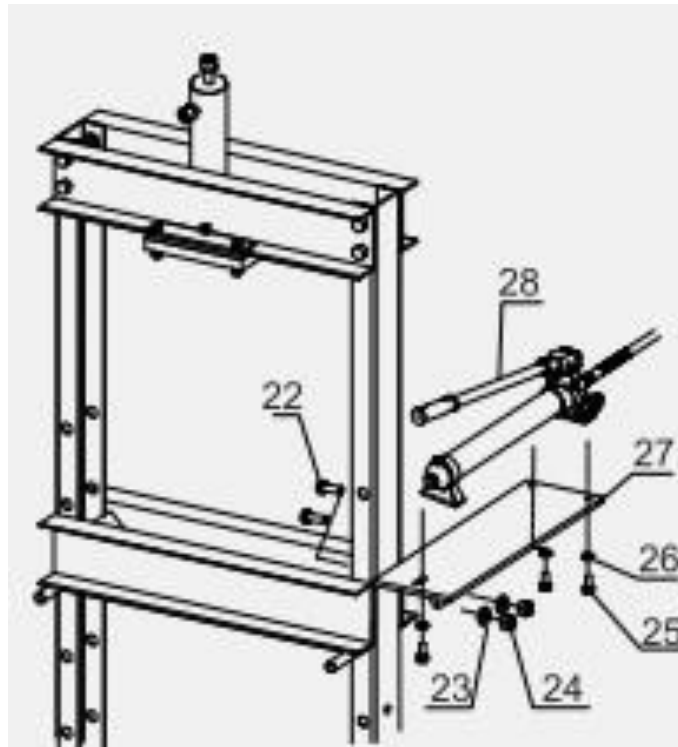

Рисунок 7.
7. Смонтируйте опорную плиту насоса (27), используя болты (22), шайбы (23) и гайки (24). Затем смонтируйте насос (28) используя болты (25) и шайбы (26). См. Рисунок 7.